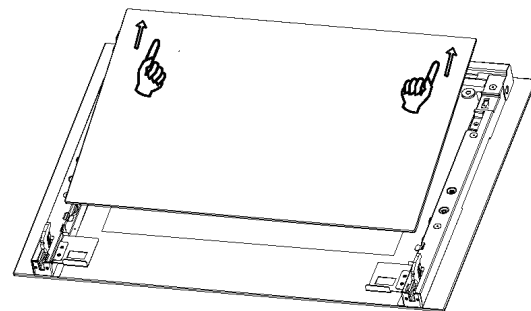

Figura 10
2.Como se muestra en la figura 10, extracción lateral, vidrio medio, y terminar el desmontaje.